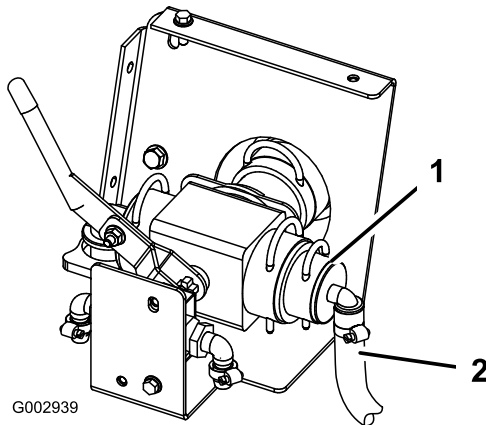

Bild 21
21. Schließen Sie den 3/4 Zoll Schlauch an das Steuerventil an, das zur Fahrzeugvorderseite zeigt (Bild 21).